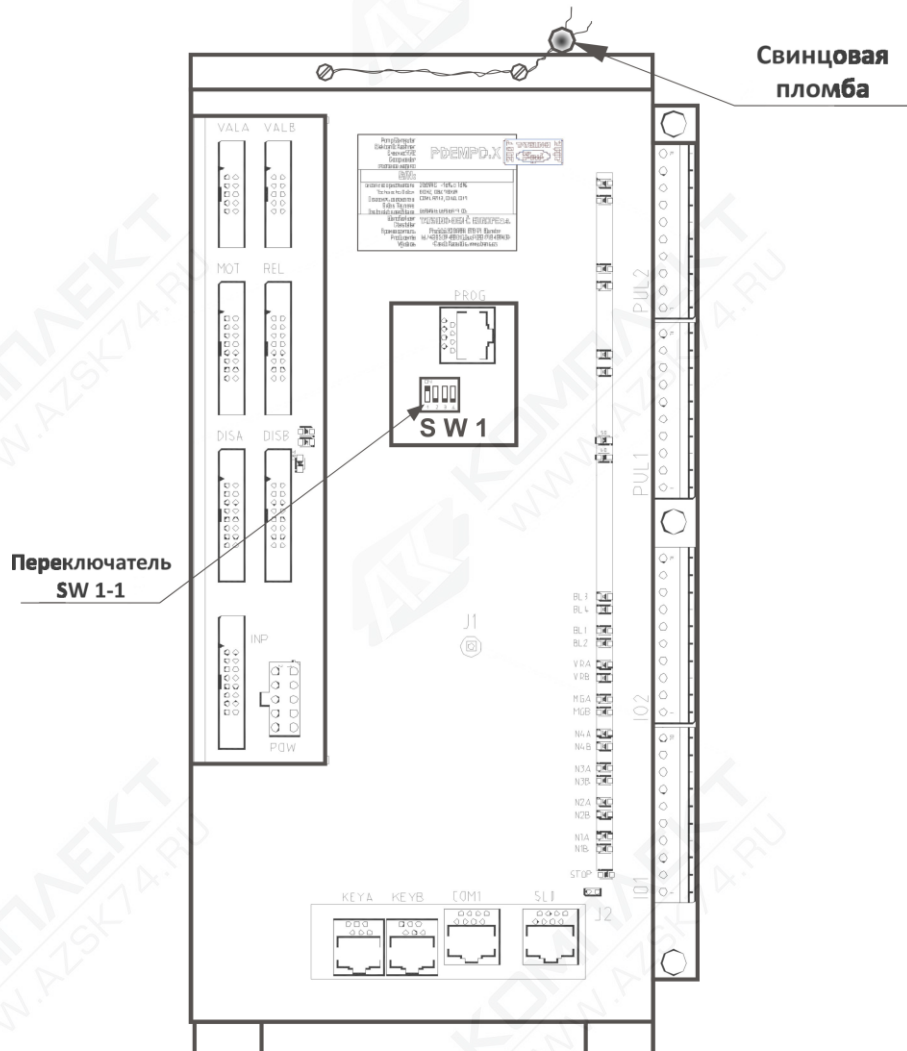

Рисунок 3.
Пломбировке подлежит также суммарный электронный счетчик ТРК, для чего фискальный переключатель (SW1-1) блока процессора предварительно переводится в положение ON (вверх - блокировка изменений метрологических параметров), а затем защитный кожух блока фиксируется специальными винтами с отверстиями и пломбируется. Переключатель SW1-2 при переводе в верхнее положение (ON) блокирует возможность изменения основных конфигурационных и настроечных параметров электроники по линии данных; переключатель SW1-3 не задействован; переключатель SW1-4 в положении ON производит инициализацию параметров при каждом включении электропитания счетчика. Необходимость перевода переключателей SW1-2, SW1-4 определяется изготовителем ТРК (рис.3)